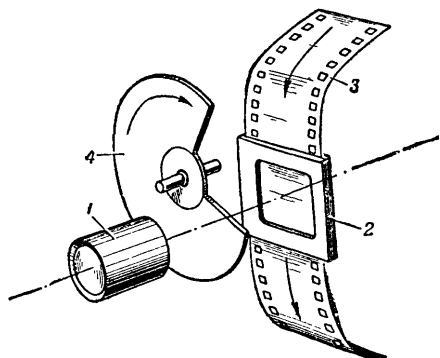

Рис. 27. Схема устройства кино-съёмочного аппарата:
В киносъёмочном аппарате есть и объектив и затвор, как в обычной фотокамере. Однако процесс съёмки совершается особым образом. Посмотрите на схематический рис. 27. За объективом (1) помещается рамка (2), через которую проходит киноплёнка (3). Между объективом и рамкой находится вращающийся круг с вырезом (4). Это так называемый обтюратор, вращающийся затвор. Плёнка проходит через рамку не плавным движением, а скачками. Механизм аппарата устроен так, что когда вырез вращающегося затвора находится против объектива (затвор открыт), то плёнка стоит неподвижно в рамке. В то время, когда затвор закрыт и свет от объектива не падает на плёнку, специальный подающий механизм, захватывая отверстия по краям плёнки, передвигает её так, что при следующем очередном открывании объектива в рамке будет находиться свежий участок плёнки, как говорят, новый кадр. При нор-